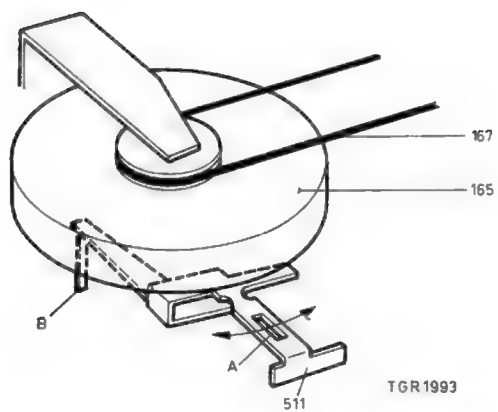

Fig. 13
### Instelling van het "Pauze"-mechanisme, zie fig. 13
N.B. De drukrol pos. 107 en tussenwiel pos. 184 moeten bij het overschakelen vanuit de stand "pauze" naar de stand "weergave" gelijktijdig tegen de toonas respectievelijk tegen de rechter spoelschotel gedrukt worden. Eventueel mag het tussenwiel iets eerder contact maken. Dit is in te stellen door lip B van beugel pos. 511 te verbuigen, zie fig. 13.